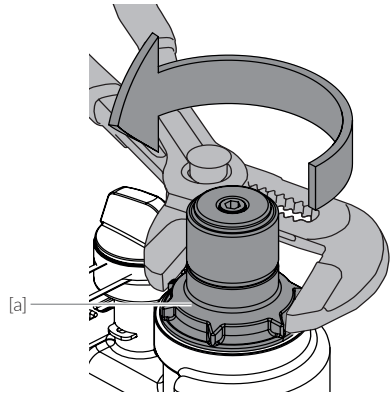

Abb. 8.12
- / Abb. 8.12: Schraubkappe [a] mit Hilfe einer Armaturenzange in Pfeilrichtung drehen und aus dem Ventilkörper lösen